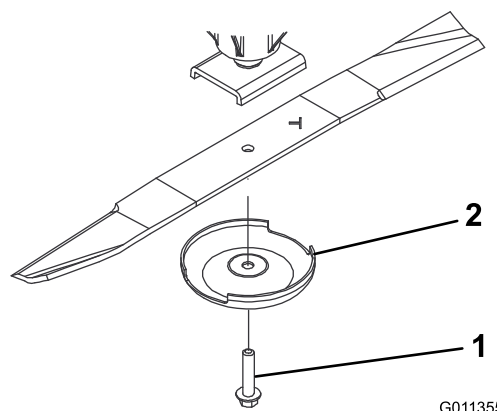

Figura 68
2. Sujete el extremo de la cuchilla usando un paño o un guante grueso. Retire del eje de la cuchilla el perno de la cuchilla, el protector de césped y la cuchilla (Figura 68).
(Figura 68). Apriete el perno de la cuchilla a 115-149 N-m.